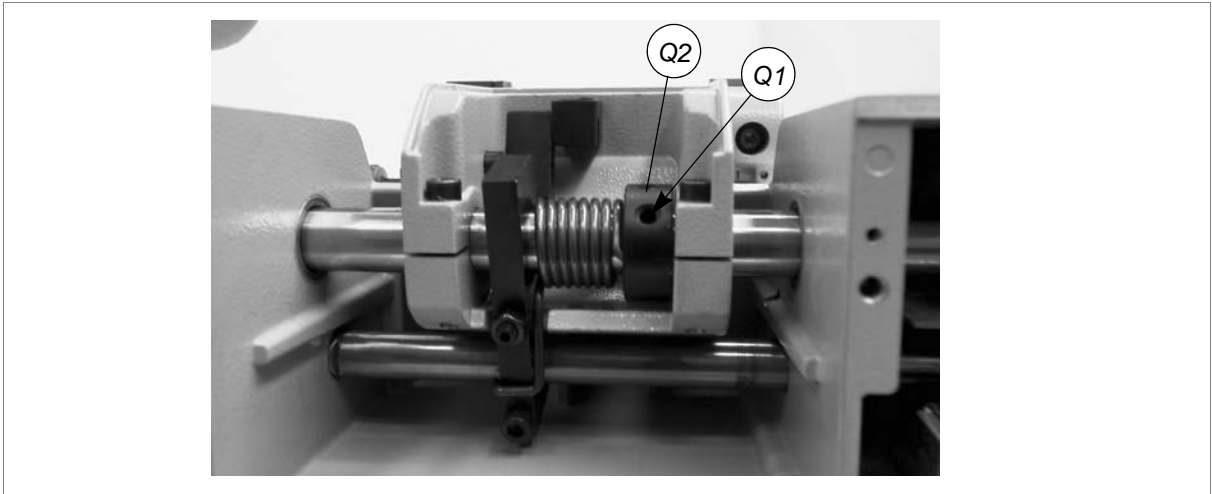

Fig. 40
- 12) Aflojar el tornillo sin cabeza (Q1) de la arandela (Q2) para resorte (fig. 40, pág. 28).